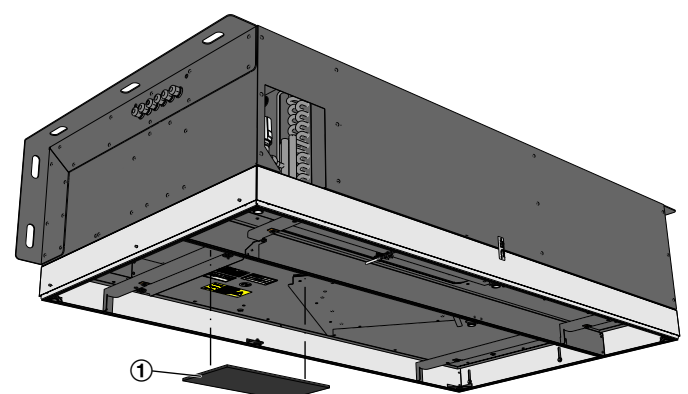

Abb. 24: Filtervlies Abluft
8. ▶ Filtervlies (Abb. 24/1) nach unten abziehen.